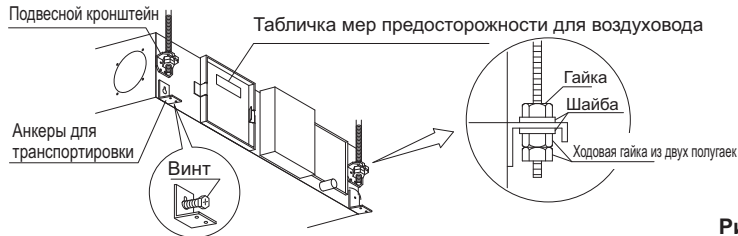

Рис. 4
(1) Временно установите блок.
- Закрепите подвесной кронштейн к болту для подвешивания. Надежно закрепите его с помощью гаек (M10, M12) и шайб (M10 наружным диам. 30 - 34 мм, M12 наружным диам. 36 - 38 мм) (местная поставка) с верхней стороны подвесного кронштейна. (См. Рис. 4)